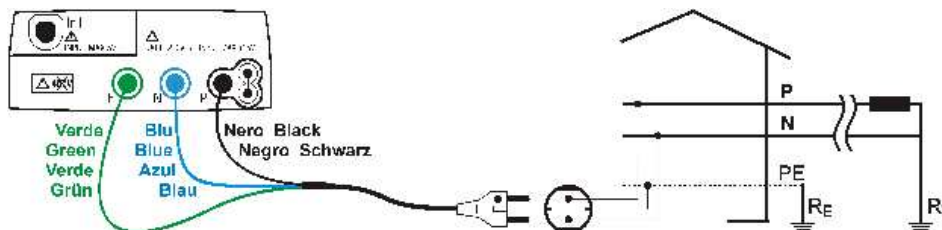
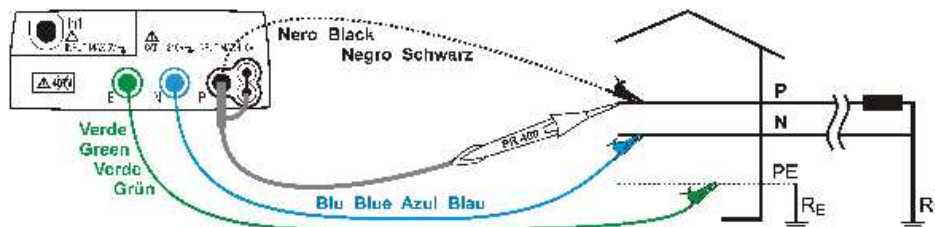
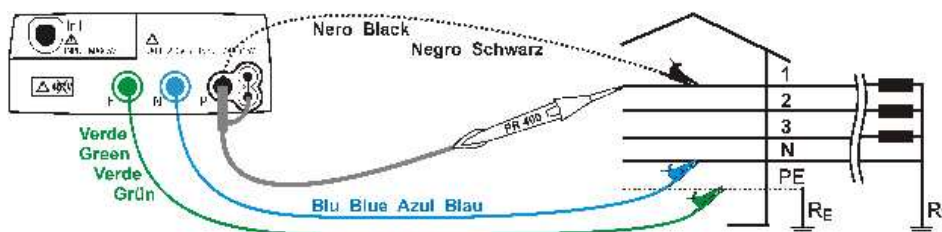
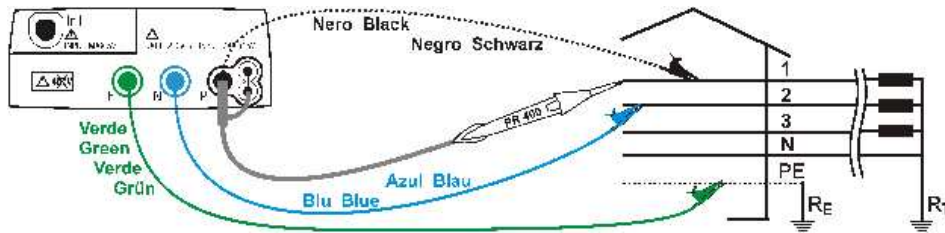

Abb. 15: Geräteanschluss zur einphasigen oder doppelphasigen Messung der 230 V P-N Netzimpedanz und P-PE Schleifen-Impedanz mittels 3 Leiter Schukokabel
Abb. 16: Geräteanschluss zur einphasigen oder doppelphasigen Messung der 230 V P-N Netzimpedanz und P-PE Schleifen-Impedanz mittels Einzelkabeln und Tastkopf
Abb. 17: Geräteanschluss zur 400 V + N + PE dreiphasigen Messung der P-N Netzimpedanz und P-PE Schleifen-Impedanz mittels Einzelkabeln und Tastkopf
Abb. 18: Geräteanschluss zum 400V + N + PE dreiphasigen Messung der P-P Netzimpedanz mittels Einzelkabeln und Tastkopf
5. Führen Sie den grünen, blauen und schwarzen Steckverbinder des dreipoligen Schukokabels in die entsprechenden Eingangsbuchsen E, N und P des Messgerätes ein. Alternativ dazu können Sie Einzelkabel verwenden und die entsprechenden Krokodilklemmen an die freien Kabelenden anklammern. Sie können auch den Tastkopf benutzen, indem Sie dessen mehrpoligen Steckverbinder in die Eingangsbuchse P einführen. Verbinden Sie den Schukostecker, die Krokodilklemmen oder den Tastkopf mit dem elektrischen Stromnetz entsprechend Abb. 15, Abb. 16, Abb. 17, Abb. 18 und Abb. 19.